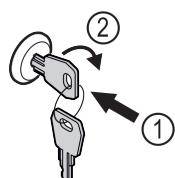

Fig. 104
- ▶ Πιέστε μέσα το κλειδί Fig. 104 (1).
- ▶ Περιστρέψτε το κλειδί 90° δεξιόστροφα Fig. 104 (2).